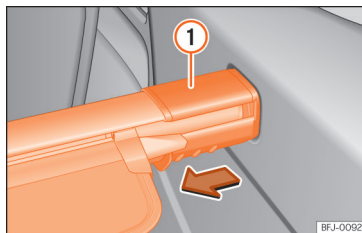

Рис. 195 Багажний відсік: знімання шторки.
- Посуньте тримач >>> **рис. 195 ①** у напрямку стрілки й не відпускайте.
- Відпустіть тримач >>> **рис. 195 ①**.